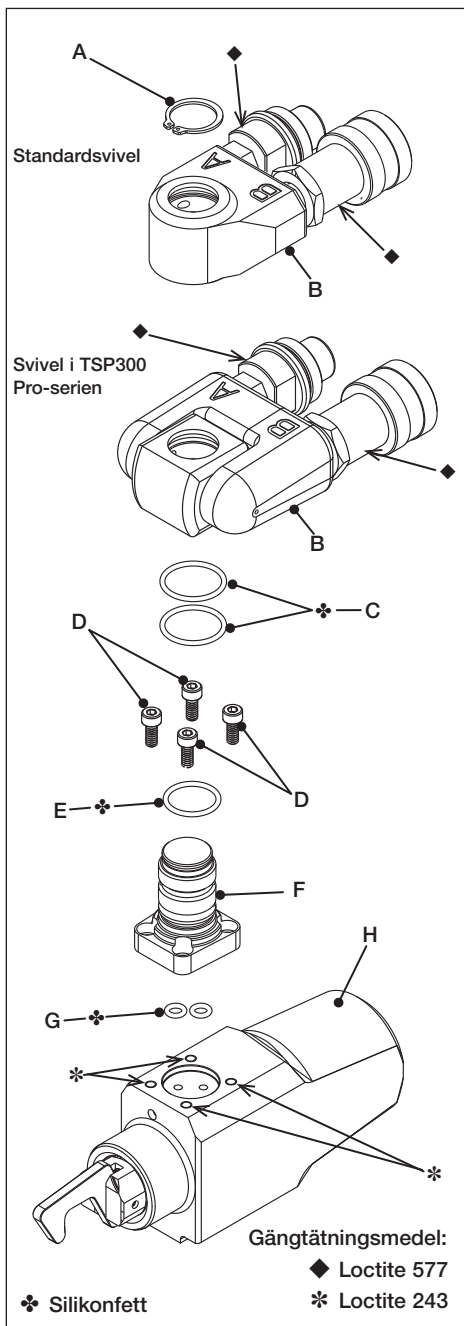

Fig. 16
5.3 Fullständigt underhåll – Hydraulisk svivel och drivenhet (Fig. 16, 17 och 19)